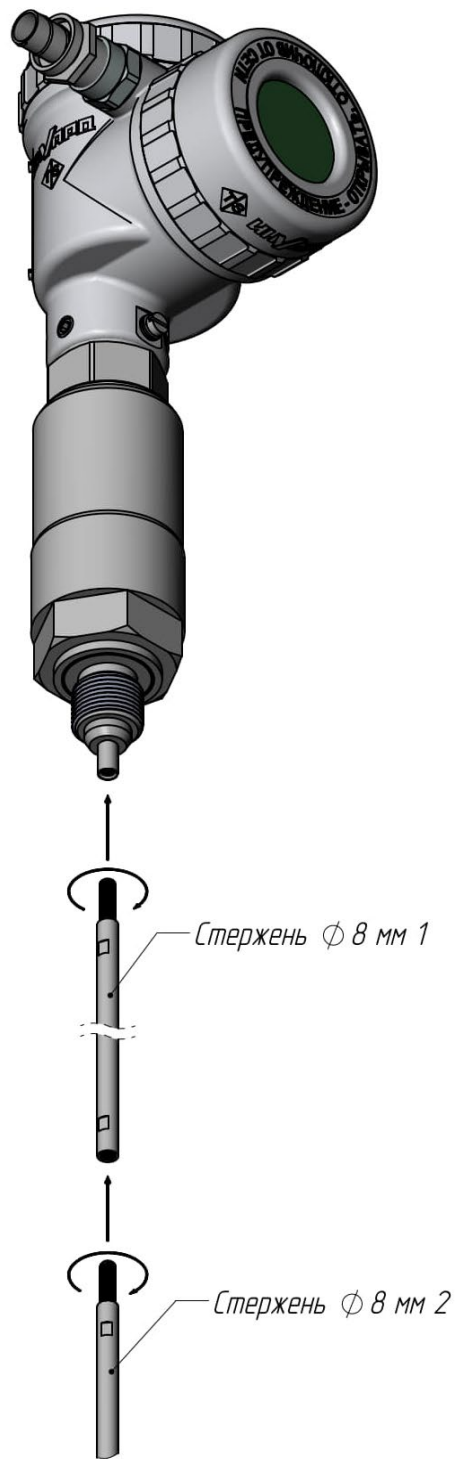

Рисунок 15 – Монтаж составного жесткого зонда из стержня Φ 8 мм
3.1 Вкрутить стержень коаксиального зонда в переход блока электронного (рисунок 15)